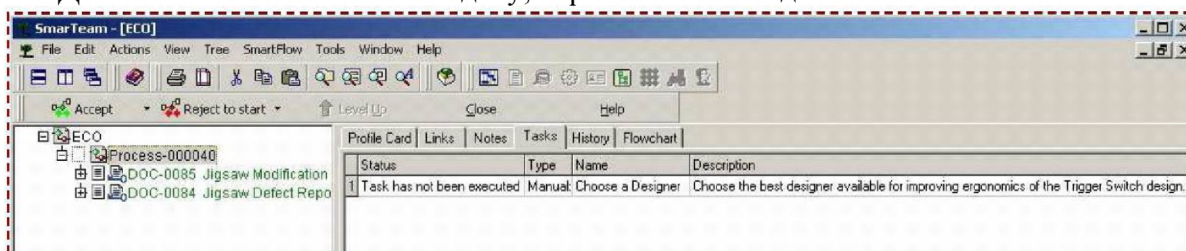

Рис.55. Просмотр и выполнение задач
- Для просмотра назначенных Вам задач, щелкните на закладке «Tasks» (рис. 55).